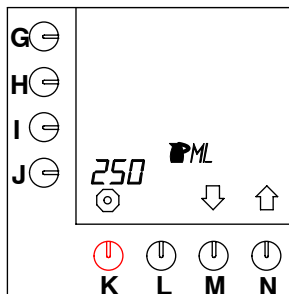

Fig. 36 Capacidad de las jarras
- Mantenga apretada la tecla de programación (N.)↑ hasta que en el display aparezca fig. 36 .